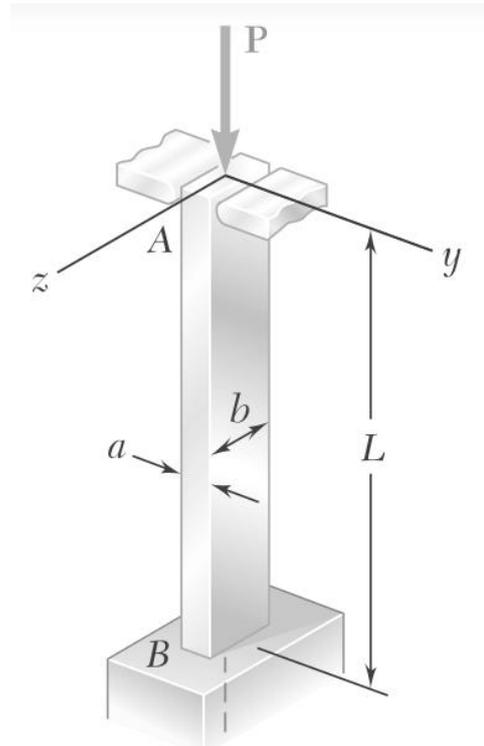

Figura 1.9
1.2.4 Uma coluna de alumínio de secção transversal retangular tem comprimento L e extremidade encastrada em B (Figura 1.9). A coluna suporta uma carga centrada na extremidade A. Nesta extremidade existem duas placas lisas de cantos arredondados que a impedem de se movimentar num dos planos verticais de simetria da coluna, mas não impedem movimentos na direção do outro plano.